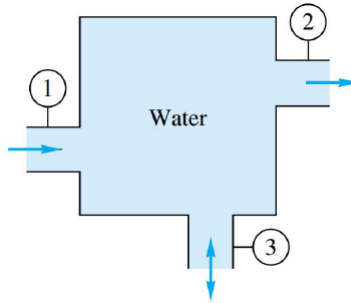

Figura 2: Cajón de distribución
- P2.** Agua a 293K fluye estacionariamente a través de un cajón de distribución, tal como se muestra en la figura 2. En la sección 1, $D_1 = 6 \text{ cm}$ y el flujo volumétrico es $Q_1 = 100 \text{ m}^3/\text{h}$. En la sección 2, $D_2 = 5 \text{ cm}$ y la velocidad promedio es 8 m/s . Si $D_3 = 4 \text{ cm}$, cuánto valen Q_3 y V_3 ?